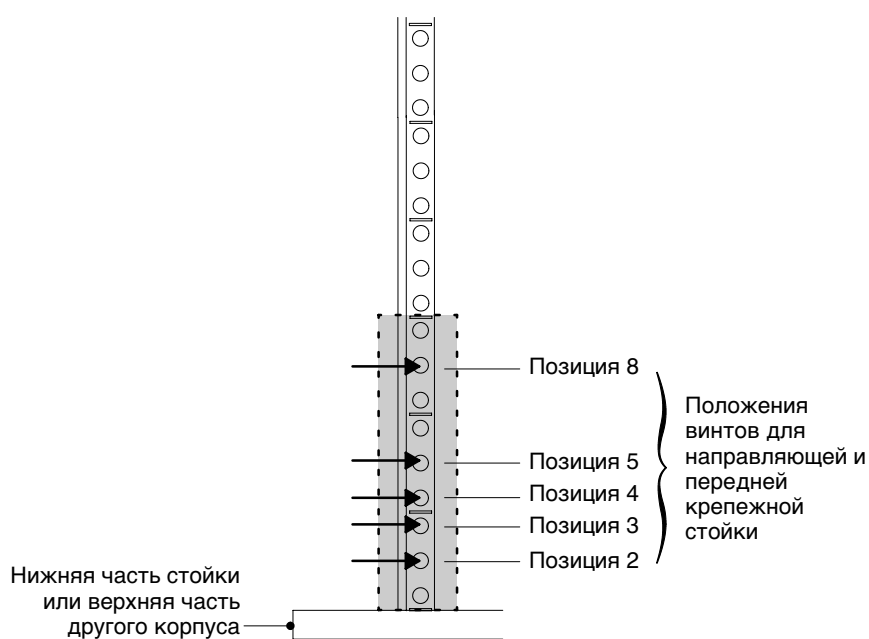
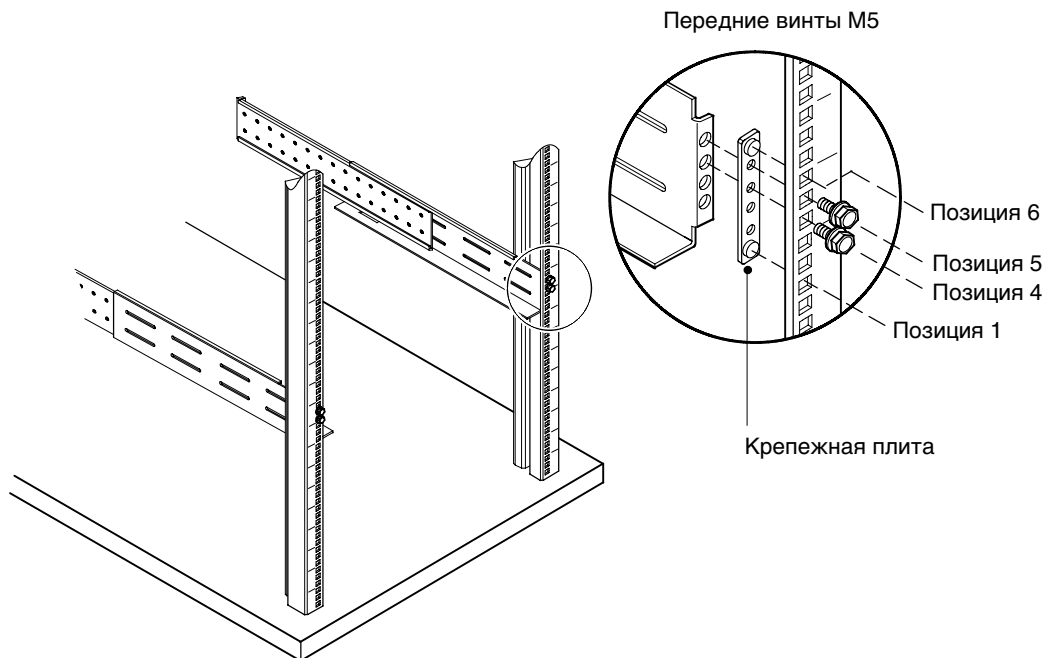

Рисунок 2. Положения винтов передней направляющей для ЕВМ
Рисунок 3. Закрепление передней направляющей
1. Выберите нужные отверстия в стойке для крепления ИБП (см. рис. 2).
3. При помощи двух крепежных винтов M5 и крепежной пластины прикрепите направляющую к передней части стойки (см. рис. 2 и рис. 3).